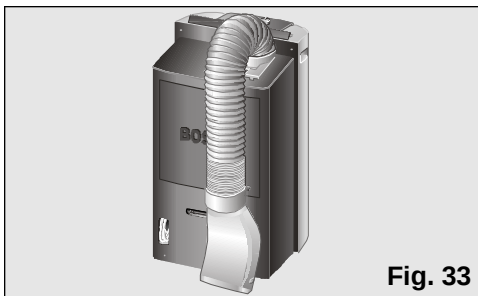

Fig. 33
- ☐ Hiervoor buigt u de buis naar de achterkant van het apparaat en maakt deze vast aan de diffusie haak, **Fig. 33** en **34**.